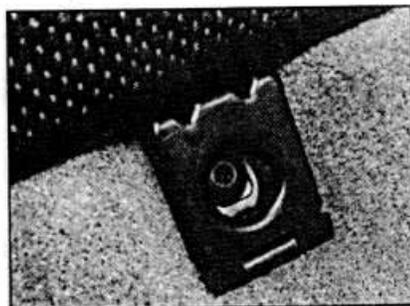

Рис. 11.62. Расположение винта крепления подушки заднего сидения.
- С помощью рычага снимите пробки с шарниров крепления подушки заднего сидения. Отвинтите с двух сторон подушки винты и извлеките подушку из автомобиля (см. рис. 11.62).